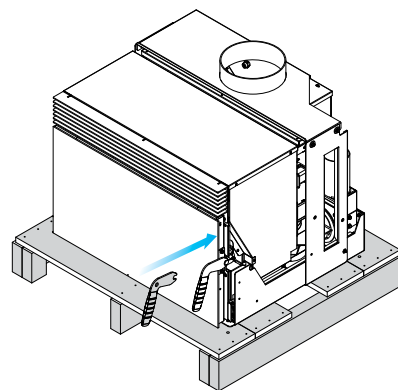

Abb. 6.1.0
- 2) Setzen Sie den mitgelieferten Griff auf den Türschließehebel (Abb. 6.1.0) des gelieferten, noch an der Palette befestigten Gerätes auf.